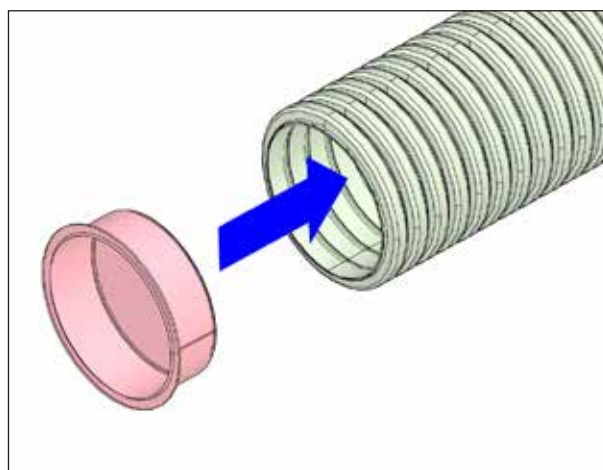
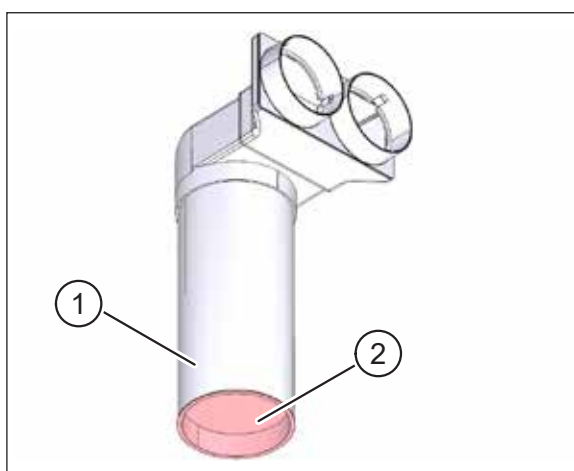
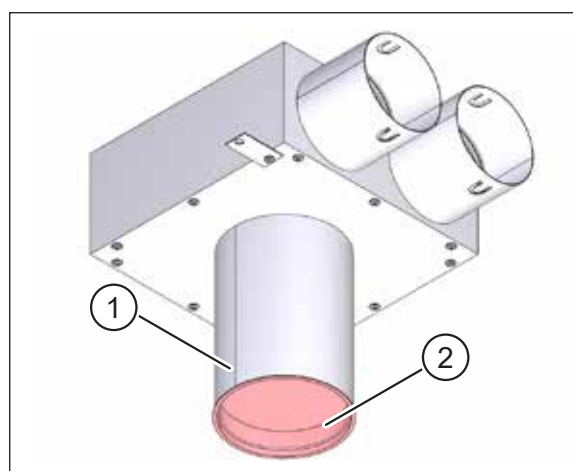

Fig. 12: Exemple de fermeture d'ouverture sur tuyau flexible
Fig. 14: Installer le caisson de plafond en plastique
Fig. 15: Installer le caisson de plafond en tôle d'acier
- Pendant la phase de construction, fermez toutes les ouvertures sur les composants du système de tuyaux flexibles pour empêcher la saleté d'entrer (voir par ex. Fig. 12 ou Fig. 14 et Fig. 15 page 14).
- ▶ Raccourcissez le tuyau d'aération (pos. 1 dans Fig. 14 ou Fig. 15) du caisson de plafond conformément aux documents de planification. Respectez la nappe inférieure minimale (voir Tab. 1 à la page 4).
- ▶ Fermez l'ouverture sur le tuyau d'aération avec le bouchon rouge (pos. 2 dans Fig. 14 ou Fig. 15) pour empêcher la saleté d'entrer.